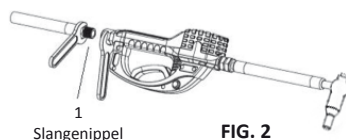

FIG. 2
2. Påfør gjengetetningsmiddel på hanningene på slangenippelen. Gjeng slangenippelen i svingtappen (1) og stram godt (FIG. 2). Påse at du lar tetningsmiddelet herde etter produsentens anbefalinger før du tilfører væske i systemet.